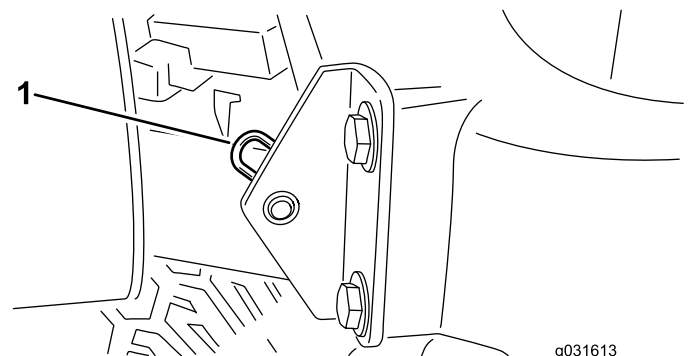

Figure 33
2. Retirez la goupille fendue qui fixe le pivot de capot aux supports (Figure 33).